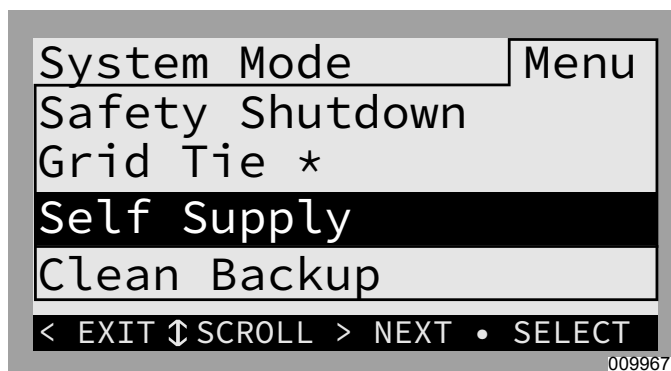

Figura 7-5. Selección de modos de sistema (1 de 2)
5. Consulte la Figura 7-5 y la Figura 7-6. Use las teclas de flecha hacia arriba/hacia abajo para desplazarse al modo de sistema deseado y seleccione con el botón central. Consulte Seleccionar el modo de sistema inversor para obtener instrucciones adicionales. Consulte Descripción general de los modos de sistema para obtener detalles acerca de la funcionalidad.